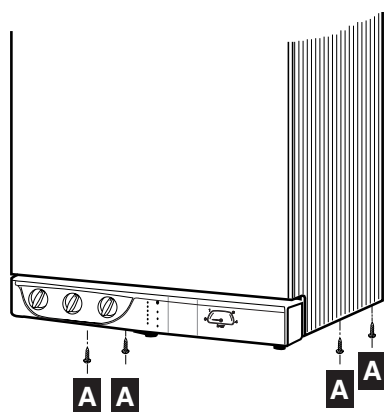

Fig. 19
- visser les 4 vis **A** de fixation de l'habillage, situées en partie inférieure (fig. 19).